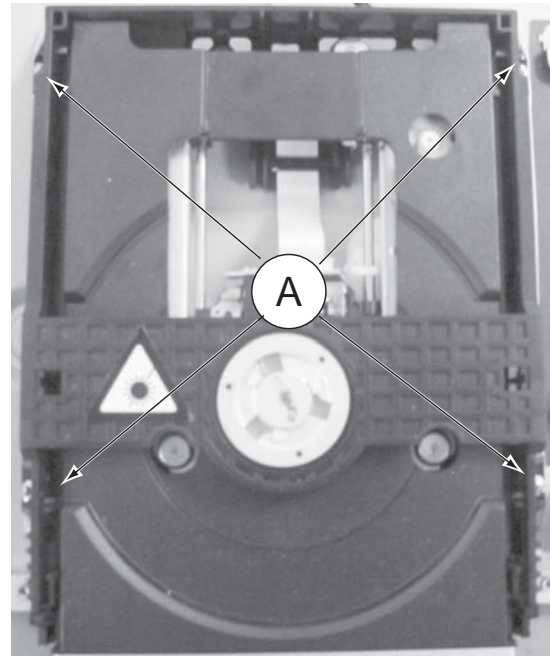

Figura 4
1) Solte os 4 parafusos “A” para remover o Módulo DVD como mostra a figura 4.